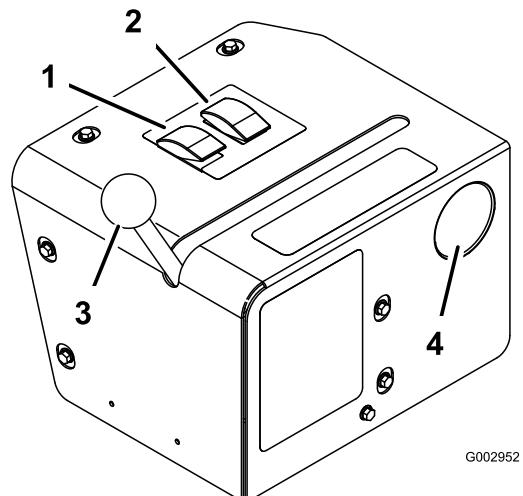

Figura 34
5. Impostate il selettori dello sprayer in posizione sprayer manuale (Figura 34).
6. Spostate in avanti la leva di comando della valvola, in posizione sprayer manuale (Figura 34).
7. Regolate l'interruttore di comando del volume e l'acceleratore per aumentare o ridurre la pressione, come riporta l'indicatore della pressione, al valore desiderato (Figura 34).